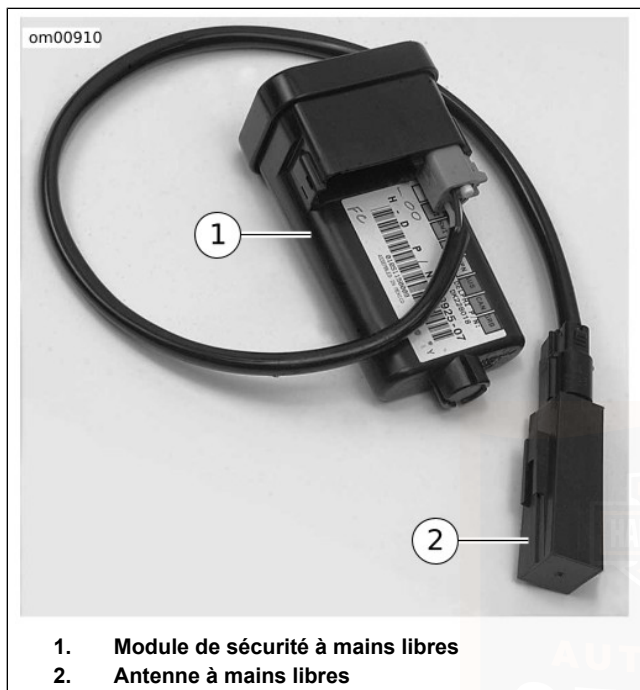

Figure 20. Module de sécurité avec antenne (illustré déposé)
Voir Figure 20. Le système de sécurité Smart de Harley-Davidson (H-DSSS) inclut un module de sécurité à mains libres (HFMS) (1) et une antenne à mains libres (2) montés sur la moto, et un porte-clés à mains libres **conservé** par le conducteur/passager.